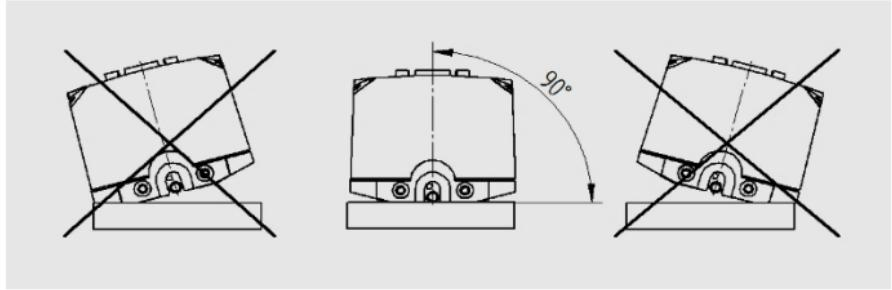
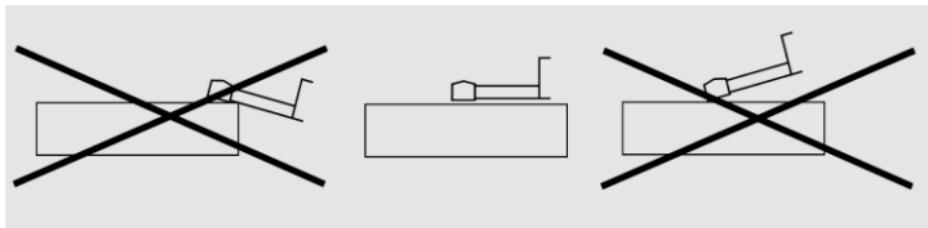

图 2-1 前视图
图 2-2 侧视图
- c. 参照图 2-1、图 2-2，将仪器正确、平稳、可靠地放置在工件被测表面上；